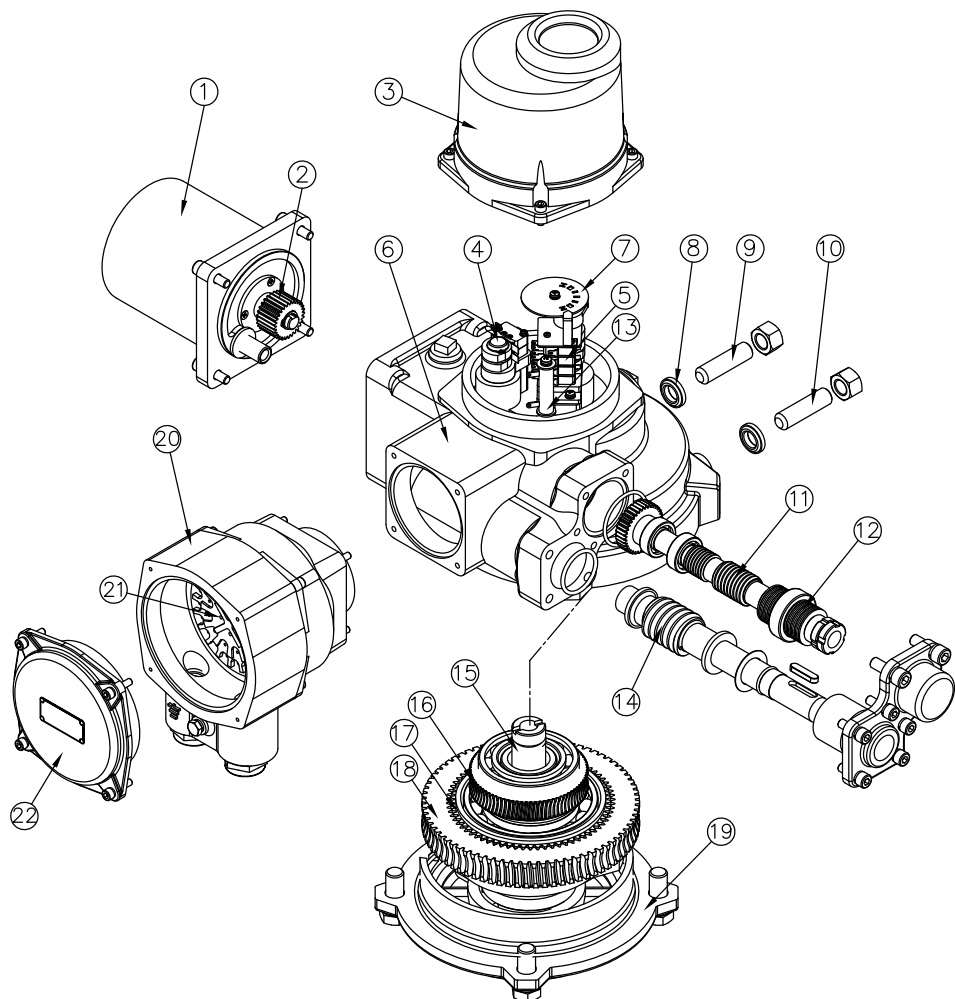
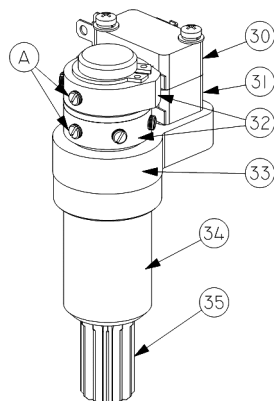
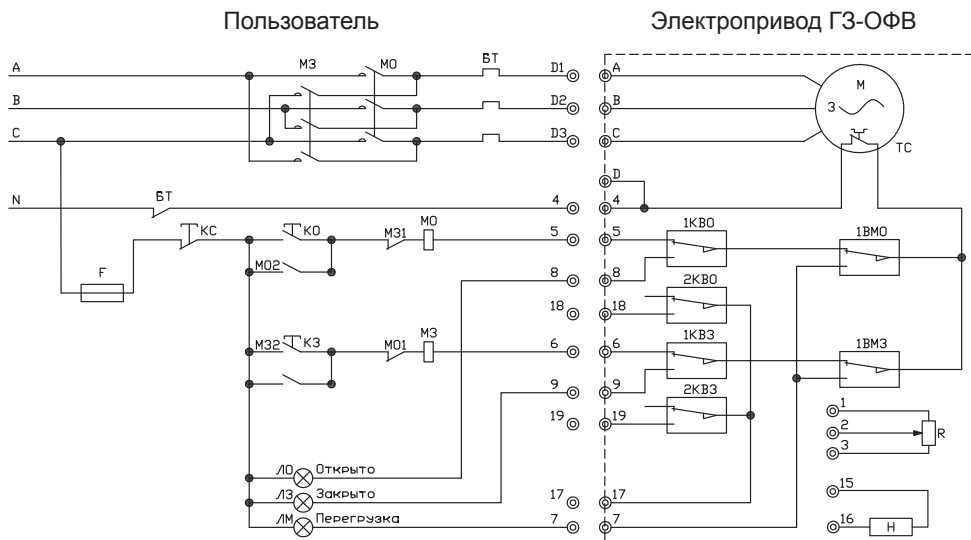

Рис.1 Электропривод ГЗ-ОФВ
Рис.3 Двухсторонняя муфта ограничения крутящего момента
Рис.4 Принципиальная электрическая схема подключения электропривода ГЗ-ОФВ.
Электропривод состоит из следующих узлов и деталей (рис. 1): электродвигателя (1), взрывозащищенной клеммной коробки (20-22), силового редуктора, в состав которого входит: червячный редуктор (11,16), червячный редуктор маховика ручного дублера (14,18) и автоматическая муфта сцепления с планетарной передачей (17), двухсторонней муфты ограничения крутящего момента (моментной муфты) (4), ограничителя хода выходного вала (5), индикатора положения затвора арматуры (7), выходного вала (15), механических упоров открытия и закрытия (9,10) и корпусных деталей.
При достижении предварительно установленной величины крутящего момента в положении ЗАКРЫТО или ОТКРЫТО, либо в случае аварийного заклинивания штока затвора арматуры в промежуточном положении, выходной вал (15) (рис.1) с червячным колесом (16) останавливается, а червячный вал (11), ввинчиваясь в венец червячного колеса (16), вследствие продолжающегося вращения ротора электродвигателя, начинает перемещаться в осевом направлении, сжимая тарельчатые пружины (12). Величина сжатия тарельчатых пружин определена настроенным крутящим моментом моментной муфты. Поступательное движение червячного вала (11) приводит к вращению вала моментной муфты (34) (рис.3). Кулачки (32), расположенные на валу моментной муфты, нажимают кнопки муфтовых микровыключателей (30, 31), размыкая цепь управления питанием электродвигателя электропривода.
Механические упоры (9,10) (рис. 1) применяются для первоначальной настройки конечных положений затвора арматуры ОТКРЫТО и ЗАКРЫТО при ручном управлении. Они также являются аварийной защитой, в случае отказа конечных и муфтовых микровыключателей, электродвигатель отключится блоком тепловой защиты БТ (рис. 4).
### 3. ЭЛЕКТРИЧЕСКАЯ СХЕМА УПРАВЛЕНИЯ (рис.4)
Для управления электроприводом ГЗ-ОФВ применяется электрическая схема, приведенная на рис.4. При достижении затвором арматуры конечных положений ОТКРЫТО или ЗАКРЫТО, срабатывают концевые микровыключатели 1КВ0 или 1КВ3, отключая питание электродвигателя. При превышении установленного крутящего момента при открытии или закрытии затвора арматуры, срабатывают муфтовые микровыключатели 1ВМ0 и 1ВМ3, отключая питание электродвигателя. Муфтовые микровыключатели 1ВМ0 и 1ВМ3 после срабатывания возвращаются в первоначальное положение при вращении вала в обратную сторону.